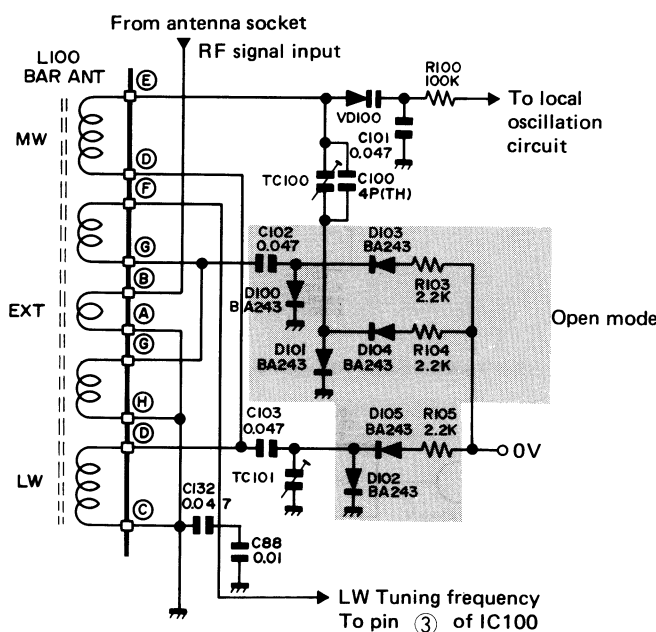

Figure 7-3
• In LW reception (See Fig. 7-3)
• Bei LW-Empfang (Siehe Abbildung 7-3)
• Lors de la réception GO (Voir la Fig. 7-3)